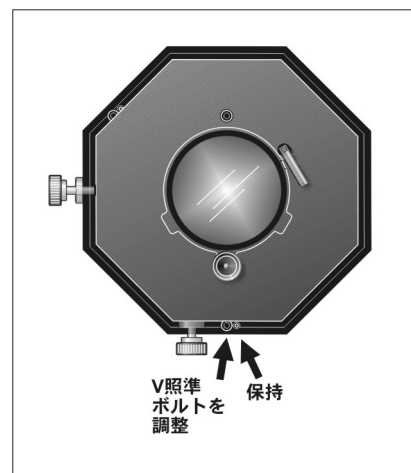

図 2-43 上下照準の調整
8. アーレンキーを使い、底部の六角ネジと別のネジを保持しその上の調整ボルトを回して、垂直照準ボルト (図 2-43) を調整します。レンズへのピントが近すぎる映像先端にレンズを向けるか「狙いをつけ」、必要に応じて調整を行います。上下が均等にぼやけているように見える場合は、スクリーン上部のピントを再び合わせてください。